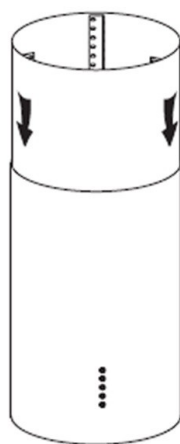

Рисунок 7
8. Установите внутренний дымоход на корпус вытяжки. См. рисунок 7.